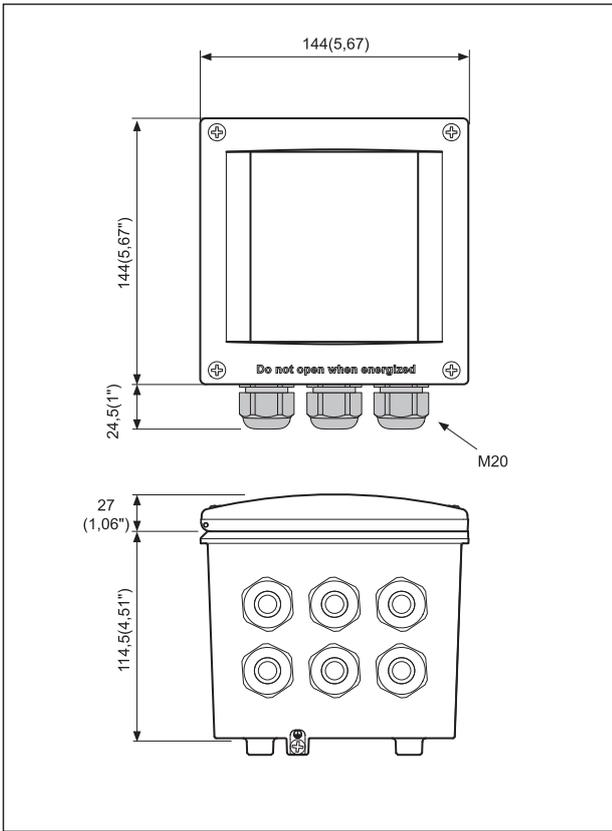

Рисунок 3-1. Размер корпуса и расположение сальников
- Возможен доступ к кабельным сальникам (см. Рис. 3-1)